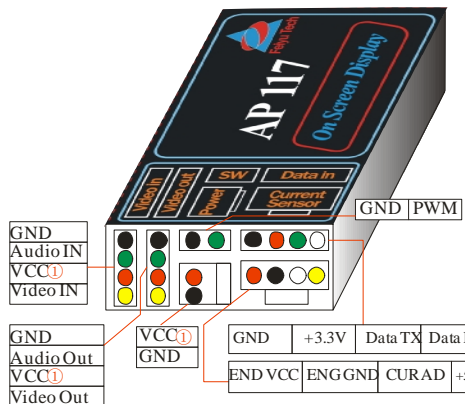

图1. AP117 OSD 接口面板说明
① 注意:在图1中,三路“VCC”端口在本 OSD 内部是连接在一起的,因此只需接一路“VCC”,切不可同时接多路电源,否则会引起电源短路损坏 OSD 和其他设备。建议单独为 OSD 供电,此时就不需要再从 FY-21AP 模块获取供电。